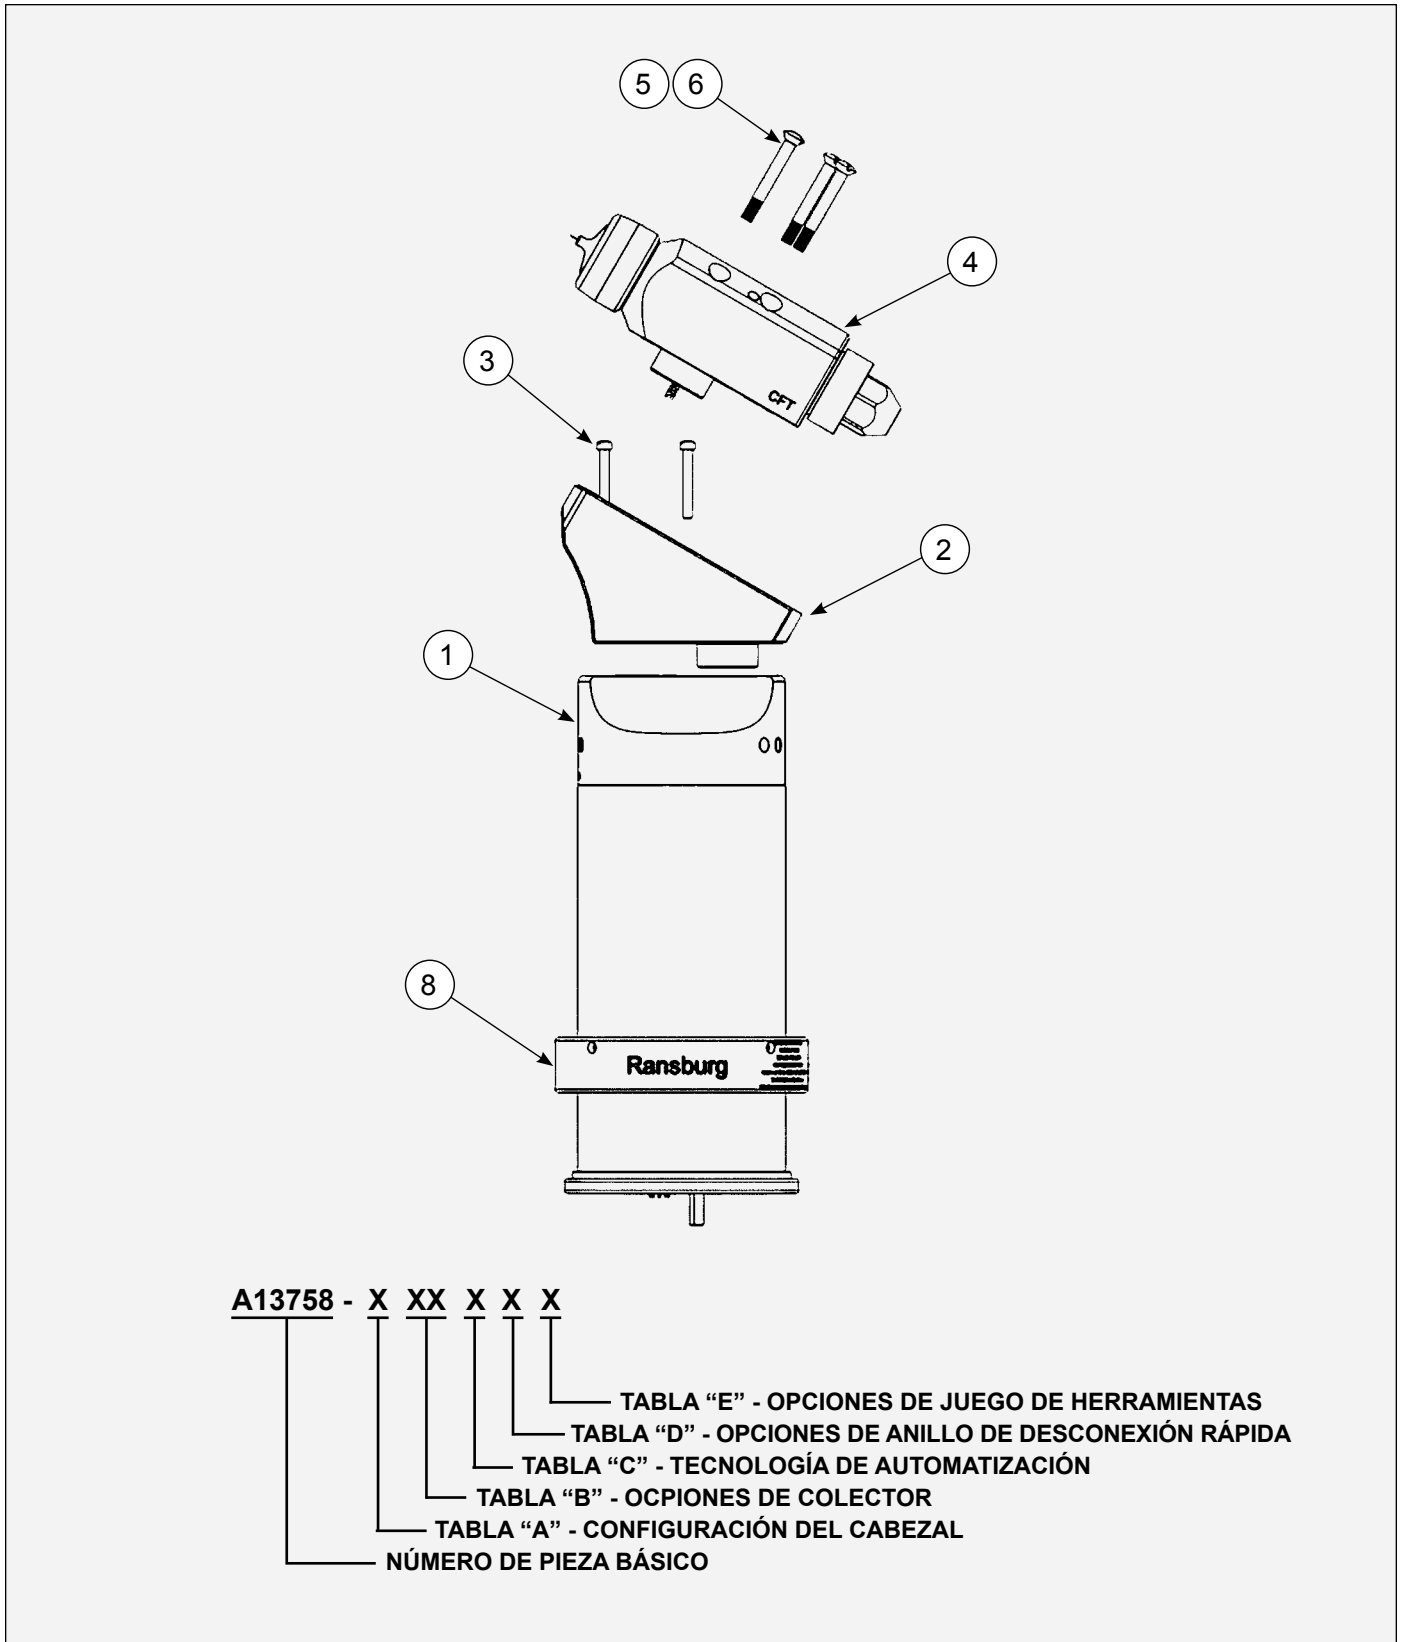

Figura 25: Conjunto del aplicador de rociado A13758
**CONJUNTO DEL APLICADOR DE ROCIADO A13758 - LISTA DE PIEZAS (Figura 25)**